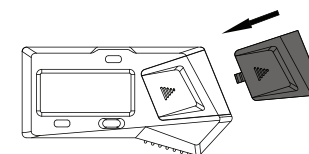

Fig.3
--Instalación de la tapa de la batería (Fig.3)